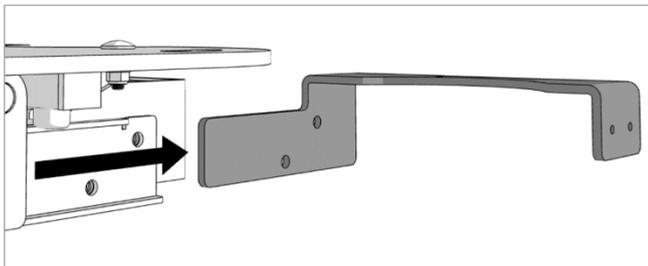

Figure 6.5
5. Faites glisser le support de RCP hors de son encastrement comme illustré sur la Figure 6.5.